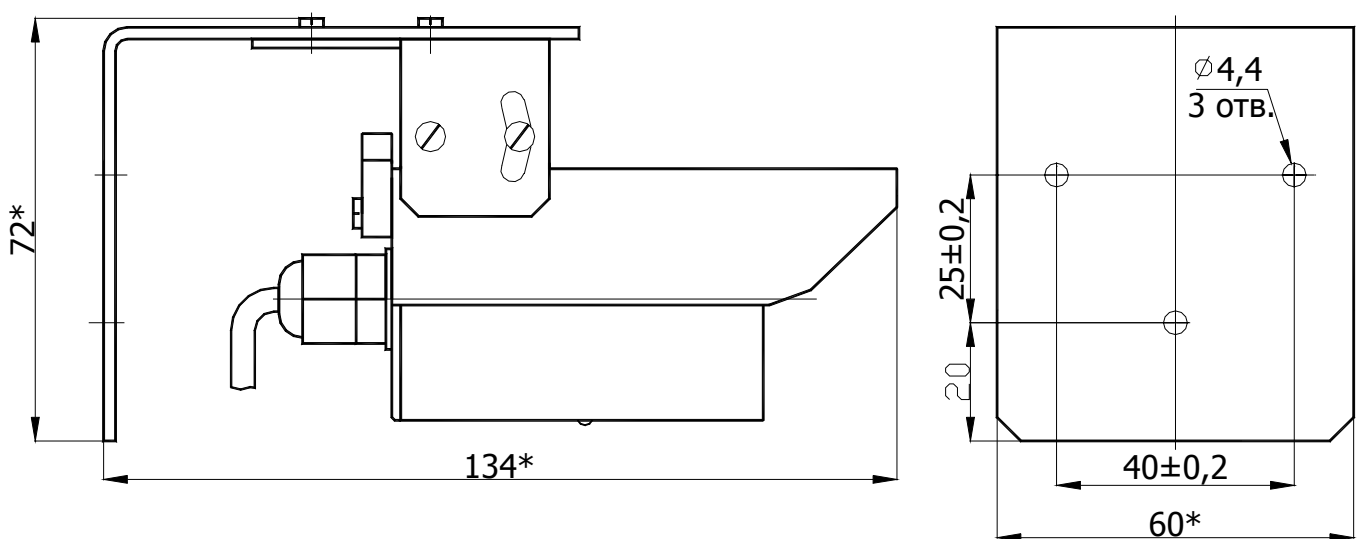

Рис.1 Общий вид ИКС-1.
- прочно закрепить кронштейны излучателя и приемника на месте установки с помощью шурупов или винтов в соответствии с рис.1 приложения, при этом **юстировочный узел с корпусом должны быть снизу выступающей площадки кронштейна, а защитный козырек находился сверху корпуса;**
Внимание! Эффективная работа подогрева возможна только при правильной установке излучателя и приемника в соответствии с рис.1 приложения.